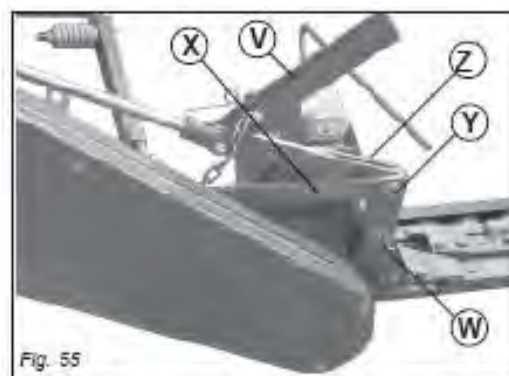
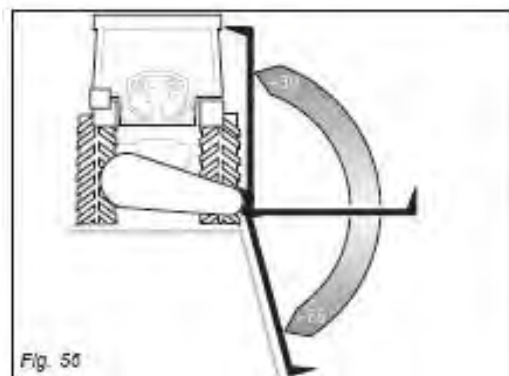

Fig. 55
Fig. 56
För klippning på sluttande mark ska man koppla ihop länkarm (W) med länkarmarna (X & Z) så att de sitter monterade som i position (Y) se Fig. 55.
När man har en hydraulisk lyftkolv monterad på maskinen och länkarmarna monterade som i texten ovan (Fig. 55) kan knivbalken tiltas ner -75° och höjas upp $+90^\circ$ (Fig. 56), detta gäller när traktorn befinner sig i en horisontal position under användandet. Det går givetvis att klippa med knivbalken mellan dessa positionerna.